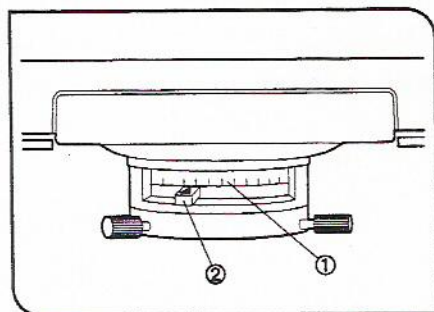

图 21
(2) 孔径光阑(图 21)
- 孔径光阑决定照明系统的数值孔径。照明系统的数值孔径①和物镜的数值孔径相匹配，可以提供更好的图象分辨率和反差，并能增加焦深。
使用 100X 物镜时，将孔径光阑旋钮②转到头，指到刻度上的 0.9。(图 21)